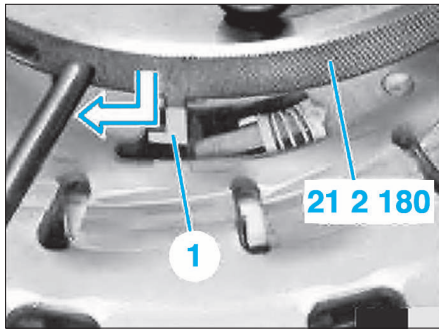

FIG. 7
• Comprimer les tiges (1) jusqu'en butée et serrer les vis moletées (2).
Les crochets de verrouillage (1) de l'outil 21 2 180 doivent s'engager dans les évidements du ressort de compression (Fig.7).